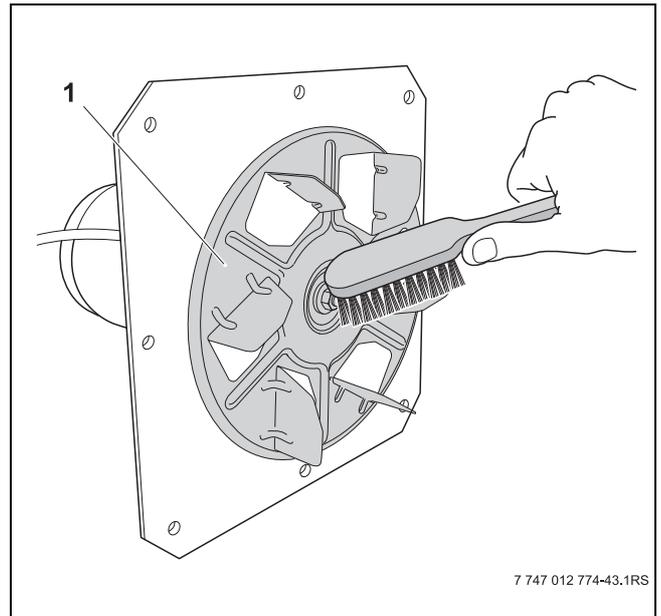

Fig. 35 Pulizia dell'elica del ventilatore
- Pulire accuratamente l'elica (→ fig. 35, pos. 1) con una spazzola metallica morbida eliminando i residui di cenere e della cokefazione.